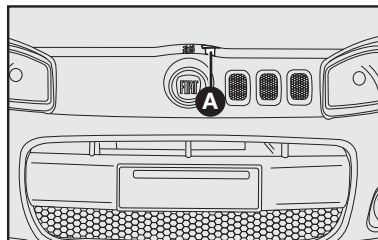

fig. 92
- 2) Mueva hacia arriba la traba **A-fig. 92**;